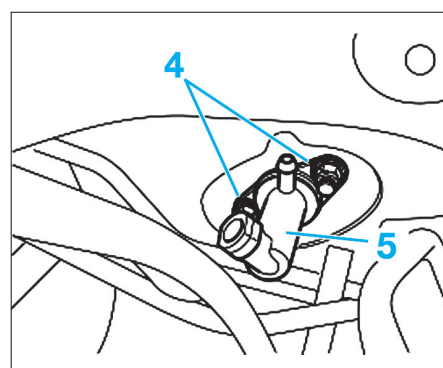

Fig. 14
- Dévisser les écrous de fixation (4) et déposer le maître-cylindre (5) (Fig.14).